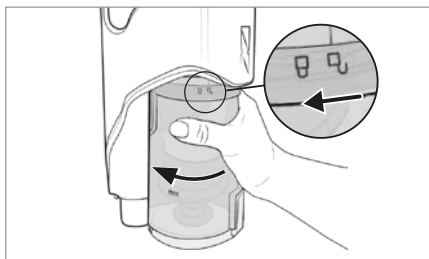

Abb. 19
- 2) Um den Staubbehälter 7 vom Gerät zu entfernen, drehen Sie ihn in Richtung des Symbols  (öffnen), bis er sich vom Gerät lösen lässt (siehe Abb. 19).